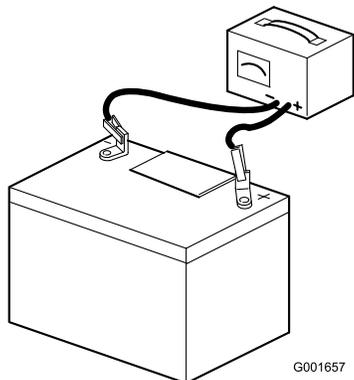

Figura 5
- Ligue um carregador de baterias de 3 a 4 amperes aos pólos da bateria (Figura 5). Carregue a bateria com um carregador de bateria de 3 a 4 amperes, durante 4 a 8 horas.